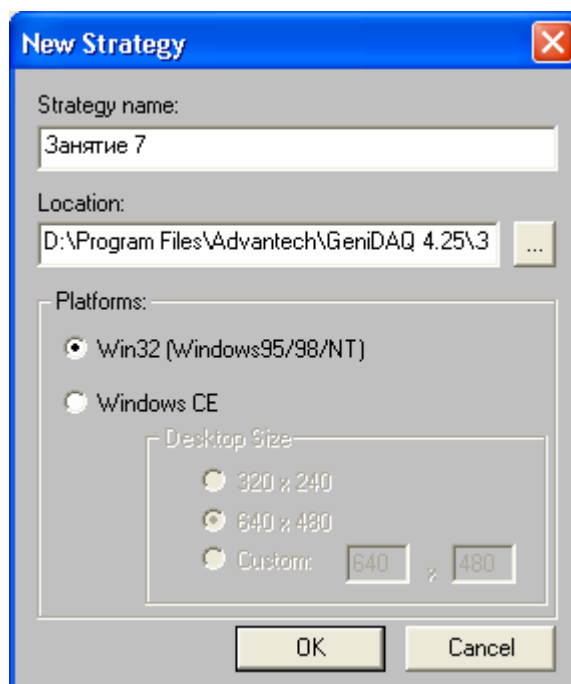

Рис. 4.115. Диалоговое окно конфигурирования приложения
1. Выполните *первое действие* из занятия 1. Создаваемое приложение настройте в соответствии с рис. 4.115.